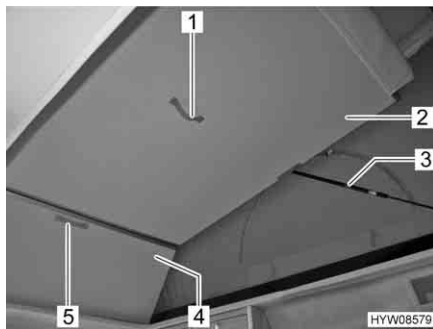

Fig. 21 Superficie utile ribaltabile
- Spingere verso l'alto la parte anteriore della superficie utile (Fig. 21,2) dalla maniglia (Fig. 21,1).
- Spingere verso l'alto la parte posteriore della superficie utile (Fig. 21,4) dalla maniglia (Fig. 21,5). La superficie utile viene mantenuta nella posizione superiore da molle a gas (Fig. 21,3).
- Se la superficie utile ribaltabile è ribaltata verso l'alto: Tirare verso il basso prima la parte posteriore della superficie utile (Fig. 21,4) dalla maniglia (Fig. 21,5), quindi tirare sempre verso il basso la parte anteriore della superficie utile (Fig. 21,2) dalla maniglia (Fig. 21,1).